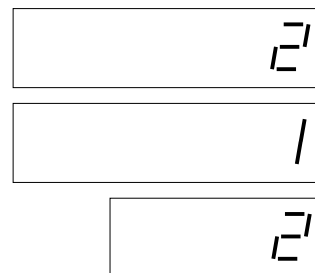

Рис. 20 Установка таблицы 2 АТС, сторона колонки В, пистолет 1
- в строке цены за единицу отображается номер калибровочной таблицы АТС см. рис. 20.